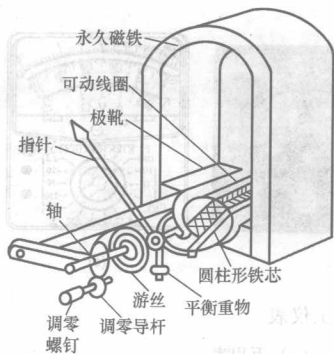

图 1-2 磁电式仪表测量机构
(1) 结构。磁电式仪表的测量机构如图 1-2 所示,主要由固定部分和可动部分组成。固定部分由永久磁铁、极靴和圆柱形铁芯构成。可动部分由绕制在铝框架上的可动线圈、转轴、指针、平衡重物、零位调节器及游丝构成。